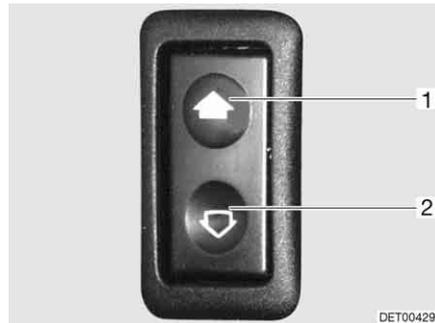

Fig. 20 Interruptor para los elevelunas eléctricos
- Abrir:* ■ Pulsar la parte inferior del conmutador (Fig. 20,2).
- Cerrar:* ■ Pulsar la parte superior del conmutador (Fig. 20,1).